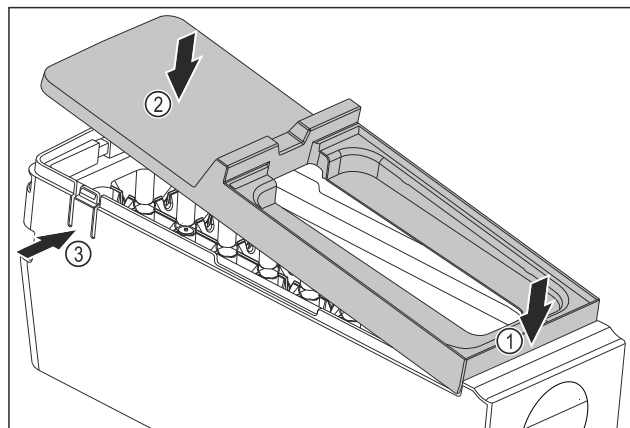

Fig. 108
- Montimi i kapakut mbulues të kutisë EasyTwist-Ice: Futni kapakun mbulues në pjesën përpara. Fig. 108 (1)
- Ulni poshtë kapakun mbulues në pjesën e pasme. Fig. 108 (2)
- Dëgjohet zhurma e mbërthimit të kapakut mbulues në të dyja gjuhëzat Fig. 108 (3).